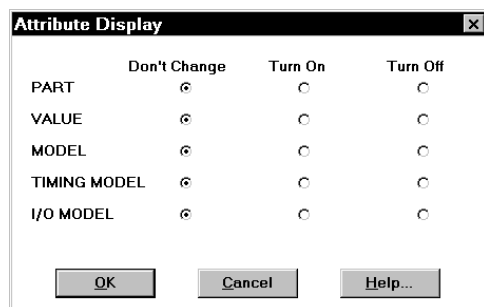

Figura 13. Cuadro de diálogo para cambiar los atributos visibles
- 12) **Change Attribute Display...** (Cambiar los atributos visibles). Esta opción provoca la aparición del cuadro de diálogo que se muestra en la Figura 13 que permite cambiar los atributos que se hacen visibles en el esquema de todos los componentes del circuito.